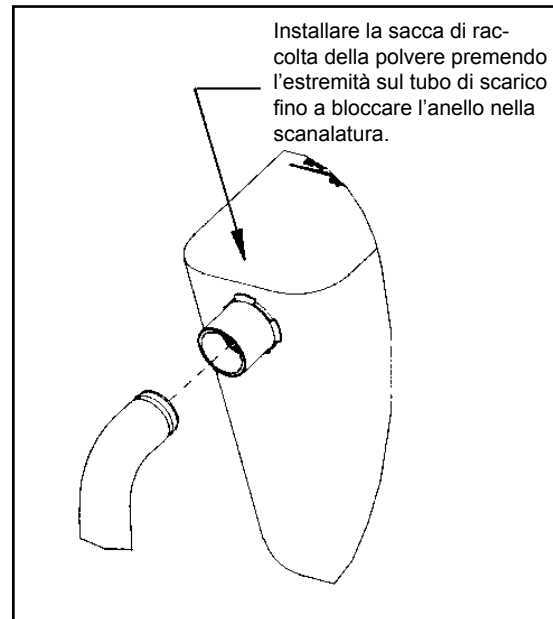

Figura 5
1. Installare la sacca di raccolta della polvere premendo l'estremità sul tubo di scarico fino a bloccare l'anello nella scanalatura (Figura 5). Il modo più semplice per effettuare questa operazione consiste nello spingere il lato posteriore dell'apertura della sacca con il palmo della mano.